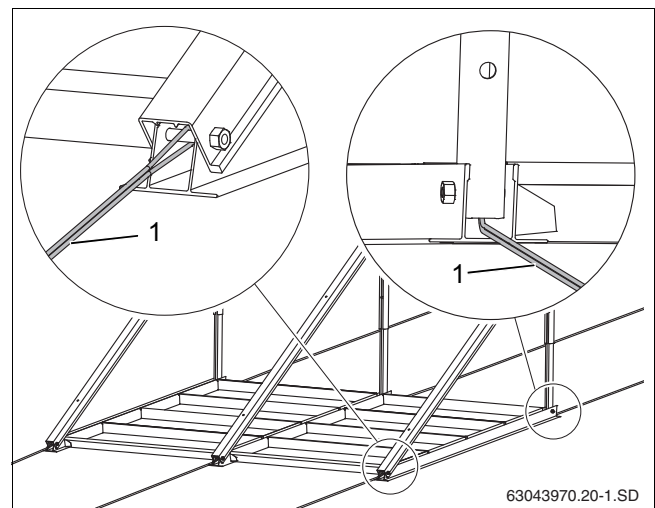

Рис. 28 Подставки с тросовым креплением
- ▶ Каждый коллектор крепится заказчиком минимум 2 стальными тросами (рис. 28, [1]) к болту нижнего профиля и в подходящем месте на крыше.